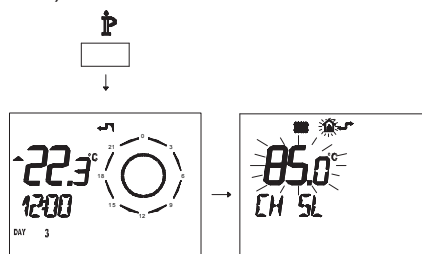

Figura 5.36
- Premere per più di 3 secondi il pulsante **P** per entrare in modalità **INFO** (Figura 5.36).